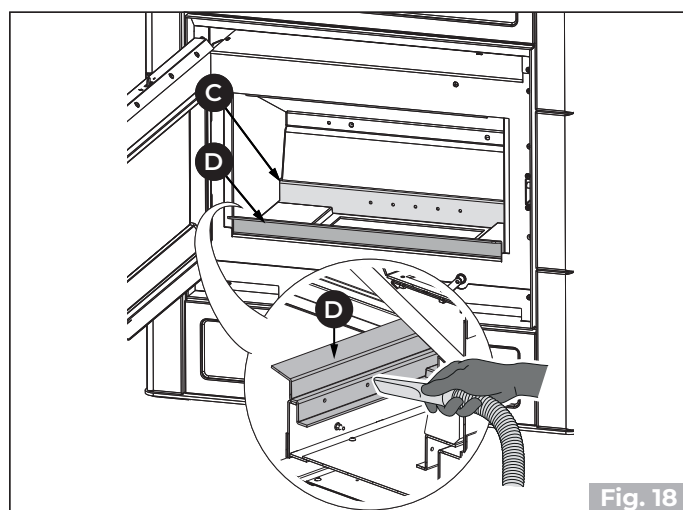

Fig. 18
- 3) Aspirar los orificios traseros (C) y delanteros (D - donde esté previsto) del distribuidor de aire comburente con el fin de evitar eventuales acumulaciones de cenizas (Fig. 18).